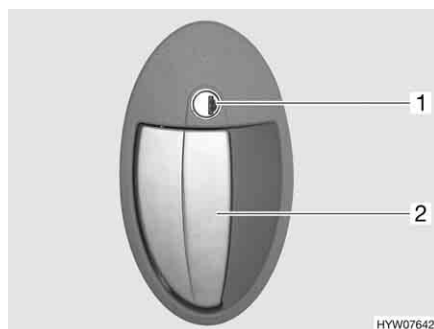

Fig. 55 Serratura della porta, lato esterno
- Inserire la chiave nel cilindro della serratura (Fig. 55,1) e ruotare in senso orario, fino a quando la serratura della porta si sblocca.
- Tirare la maniglia della porta (Fig. 55,2). La porta è aperta.
- Inserire la chiave nel cilindro della serratura (Fig. 55,1) e ruotare in senso antiorario, fino a quando la serratura della porta si blocca.